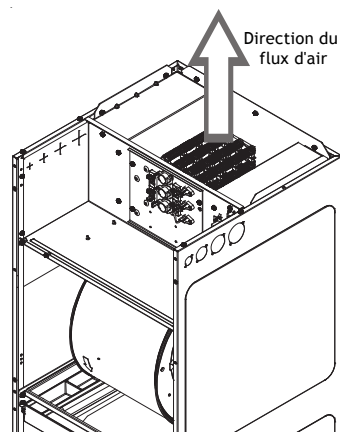

FIGURE 1
4. Faites glisser le kit de chauffage électrique dans l'ouverture du système de traitement de l'air, en vous assurant que la direction du flux d'air de l'étiquette située sur le panneau frontal du dispositif de chauffage électrique est orientée dans la bonne direction et fixez le panneau frontal du dispositif de chauffage électrique à l'aide des vis retirées lors de l'étape 2. Faites attention à ne pas plier ou endommager les éléments de chauffage électrique, les interrupteurs de limite ou les fusibles au cours de ce processus. Consultez la Figure 1.